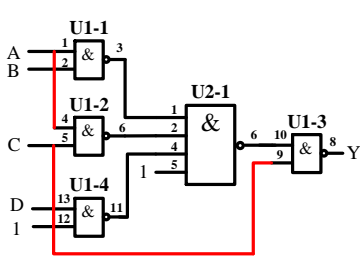
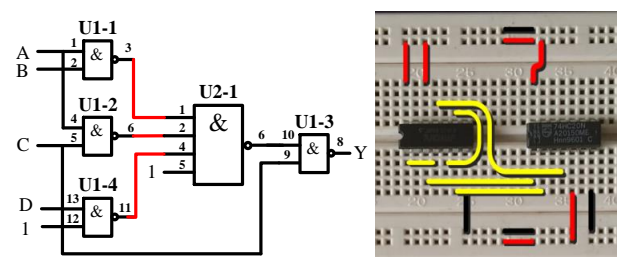
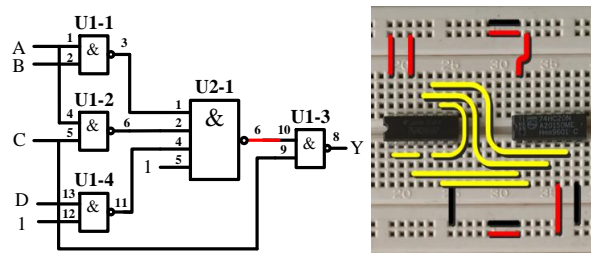

图 10 布最左侧信号线
图 11 布中间信号线
图 12 布最右侧信号线
- 4、**布信号线**：按信号流向布线，先布最左侧的线，如图 10 所示所示；再布中间的线，如图 11 所示，最后布最右侧的线，如图 12 所示